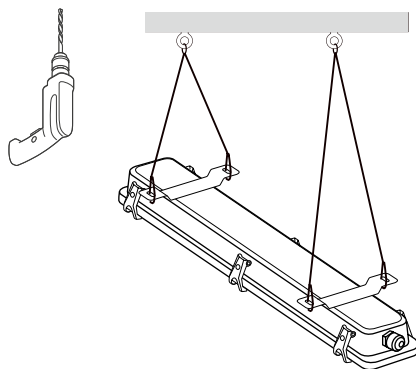

Рис. 2. Установка светильника подвесным способом
- 3.4. Для подвесного монтажа (рис. 2) выберите место для установки светильника и выполните разметку отверстий под рым-болты согласно выбранным размерам светильника. Просверлите отверстия, вставьте в них анкеры, вкрутите рым-болты до упора.